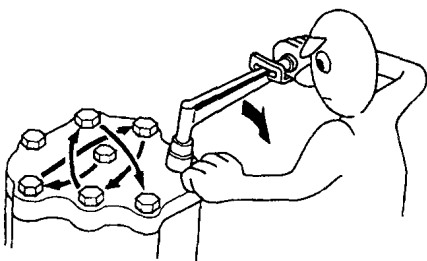

图 1-15 按交叉方式拆卸和安装螺栓和螺母
7) 在拧紧一组螺栓或螺母时,应先从中心部位螺栓或大直径螺栓开始,并且,在拧紧时,如图 1-15 所示,应按交叉方式分两步或多步完成。